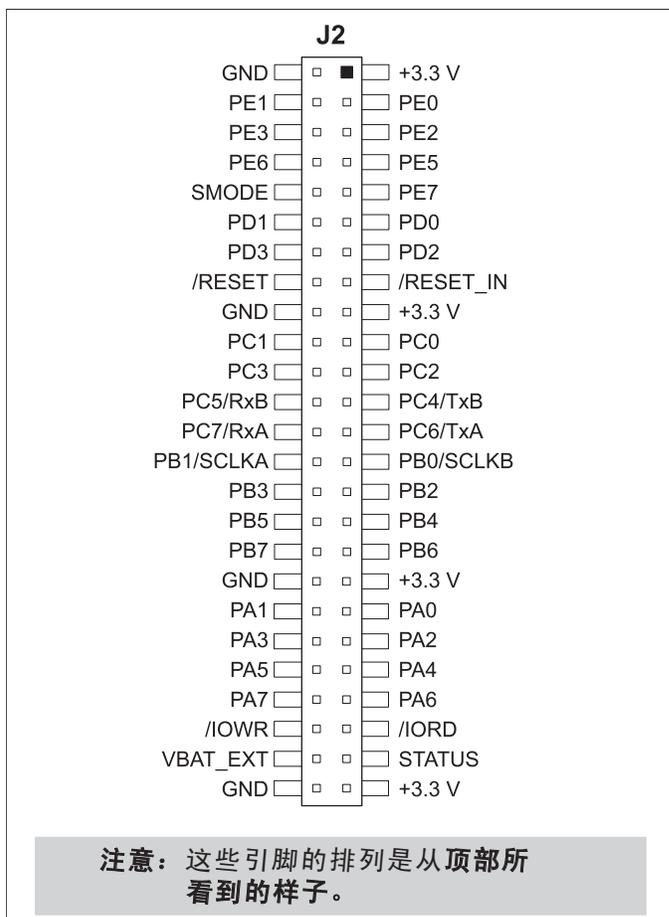

图 C-4. MiniCore 电路板引脚外形图
- **模块扩展接线座** — RCM5600W 模块完整的引脚组复制在接线座 J2 的下方。开发者能够把导线直接焊接入适当的孔内，或者，对于更为灵活的开发而言，可以将 2×25 的接线座连接条以 0.1" 间距焊接就位。见图 C-4 的接线座引脚外形图。
应用电路开发板向用户提供了便于连接到接线座插槽 J2 下方标记点的 RCM5600W 连接点。接线座插槽 J2 的引脚外形图如图 C-4 所示。